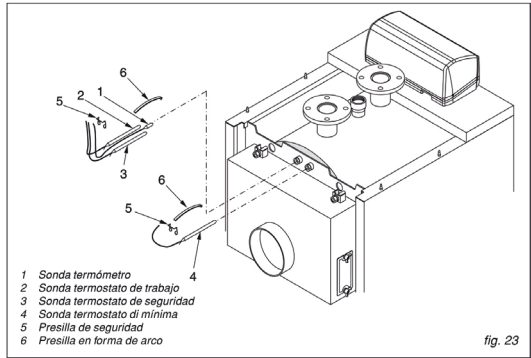

fig. 23
- c. Abrir la puerta de la caldera y montar el aislamiento anterior (pos. 5) introduciendo las bisagras en los cortes apropiados. Introducir los bordes laterales del aislamiento bajo el pliegue de los dos lados (pos. 3 y 4).
- d. Montar el aislamiento posterior (pos. 6), fijar el riel de sujeción posterior inferior (pos. 7), el riel de sujeción posterior intermedio (pos. 15) y el riel de sujeción posterior superior (pos.8) con los tornillos adecuados auto-ajustables (rosca chapas). Montar los prensaestopas (pos. 9) a la chapa posterior superior.
- e. Levantar hacia delante la tapa del cuadro de control después de haber desenroscado los dos tornillos laterales con un destornillador y dirigir hacia los agujeros de la base los cables eléctricos de entrada y los capilares de las sondas de salida. Fijar el cuadro eléctrico a la chapa superior (pos. 10). Apoyar la chapa superior completa pos. 10, del cuadro de control a ambos lados de la carcasa.
- f. Introducir en las vainas los bulbos de los instrumentos como aparece indicado en la fig. 23 y efectuar la conexión eléctrica de la placa de mandos
- f. Introducir en las vainas los bulbos de las sondas como se indica en fig. 23 y efectuar la conexión eléctrica del cuadro de control a la línea de alimentación, al quemador y a las bombas, etc.